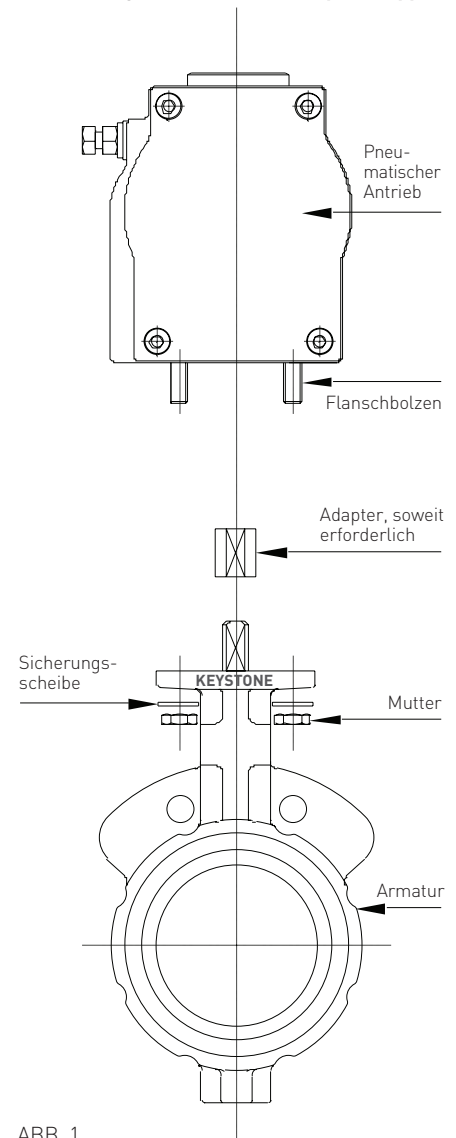

ABB. 1
- 2b. Stiftschrauben in das Antriebsgehäuse drehen und fest anziehen. Montagekonsole mit vier Muttern und Scheiben an der Antriebsunterseite festschrauben (siehe Abb. 1).